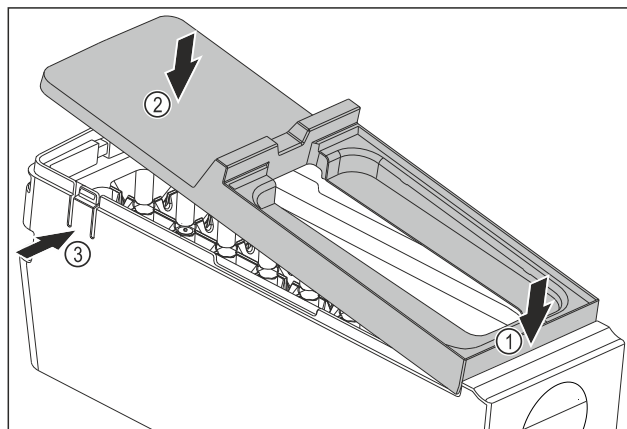

Fig. 175
- ▶ Montirajte poklopac tijela sustava EasyTwist-Ice: Postavite poklopac sprijeda. Fig. 175 (1)
- ▶ Spustite poklopac straga. Fig. 175 (2)
- ▶ Poklopac će se čujno uglaviti u oba jezička Fig. 175 (3).